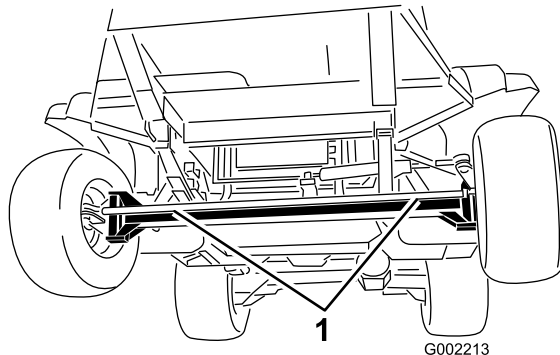
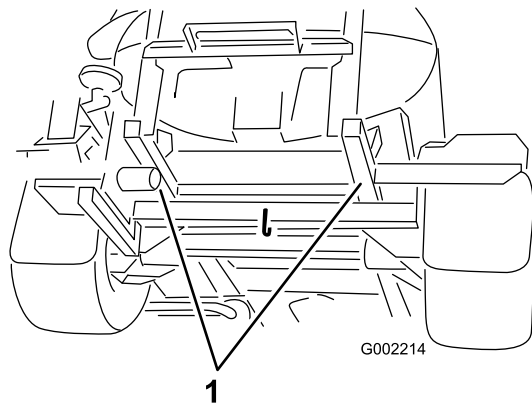

Figure 53
Figure 54
2. Accrochez un câble de remorquage au cadre ; voir les points de remorquage avant et arrière (Figure 53 et Figure 54).